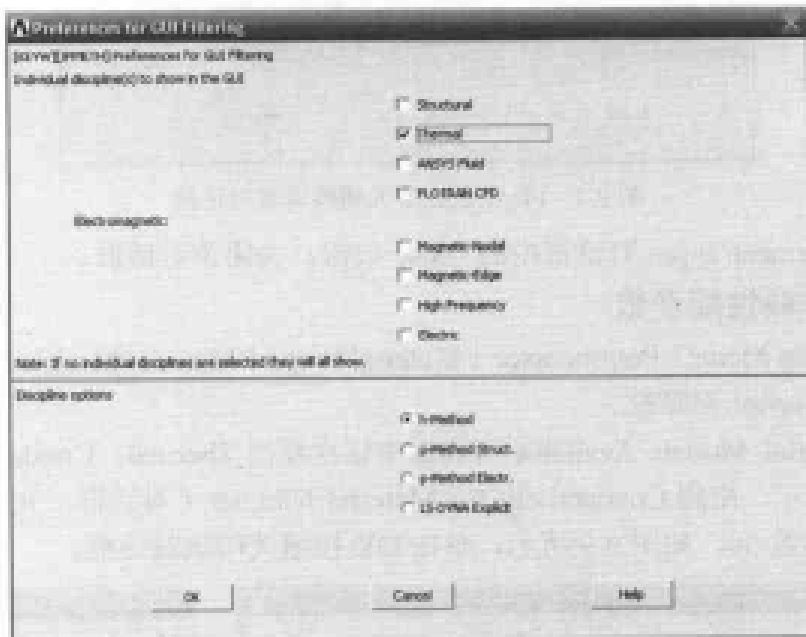

图 9-4 过滤图形用户界面对话框
(4) 选择 Main Menu | Preferences 命令, 出现 Preferences for GUI Filtering 对话框, 选中 Thermal 复选框, 如图 9-4 所示, 单击 OK 按钮关闭该对话框。